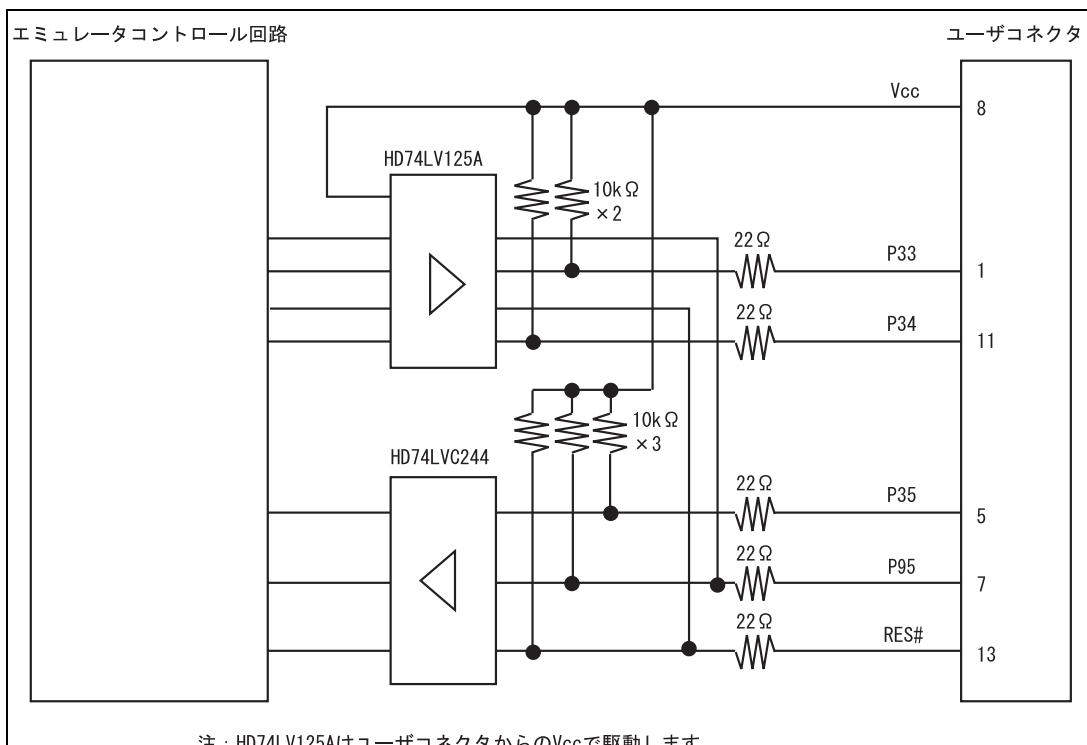

図 3.6 エミュレータ内インターフェース回路(参考)
9. 図3.6にエミュレータ内インターフェース回路を示します。プルアップ抵抗の値などを決定するときに参考にしてください。